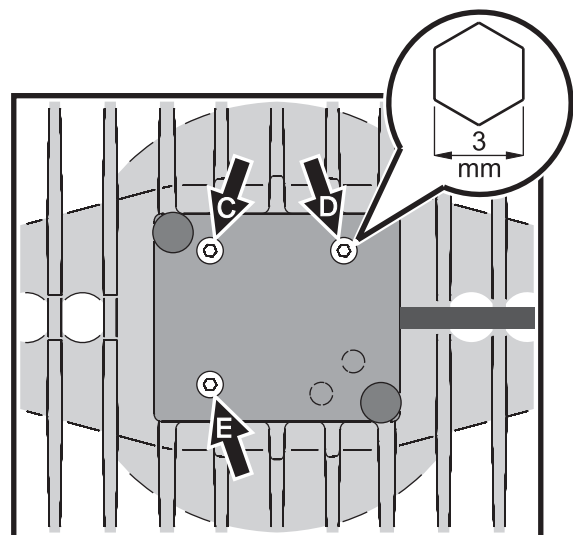

Bild 3: Justageschrauben des Leuchtmittels
4. Siehe Bild 3. Drehen Sie die drei 3 mm Inbusschrauben **C**, **D** und **E** hinein oder hinaus, bis die Leuchtfläche gleichmäßig hell ist.